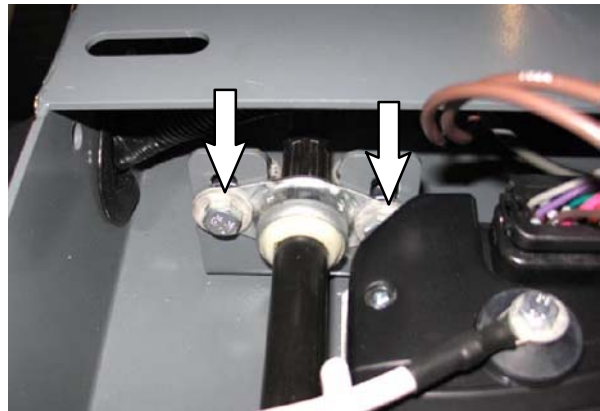

ABB. 50
27. Ziehen Sie die Kleinteile zur Befestigung des Flanschlagers an der Stützstange fest (24 Nm / 18,5 ft lbs). (Abb. 50)